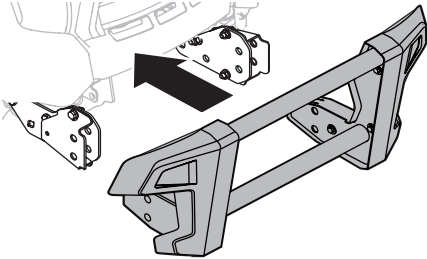

Figure 16
1. Alignez le grillage de protection avec les attaches FastAttach^{MC} installées à l'étape 1 et faites insérer le grillage dans les attaches (Figure 16).